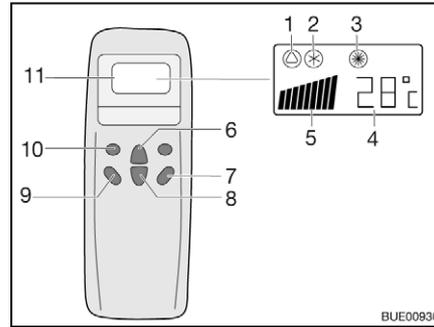
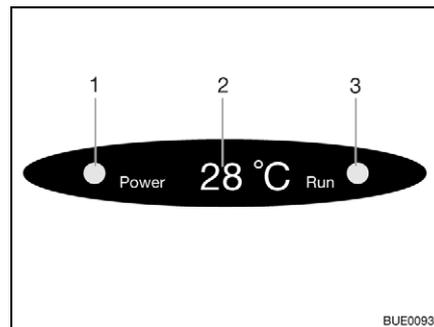

Fig. 135 Telecomando
Fig. 136 Display su diffusore
- Premere il tasto "ON/OFF" (Fig. 135,7).
- Premere il tasto "Mode" (Fig. 135,10) spesso, finché la modalità desiderata (Fig. 135,1, 2 o 3) viene visualizzata sul display. La spia di controllo relativa sul display sul diffusore (Fig. 136,3) si accende.
- Con i tasti di aumento della temperatura (Fig. 135,6) o di riduzione della temperatura (Fig. 135,8) regolare la temperatura desiderata.
- Con il tasto numero di giri ventola (Fig. 135,9) selezionare il livello desiderato per la ventola.